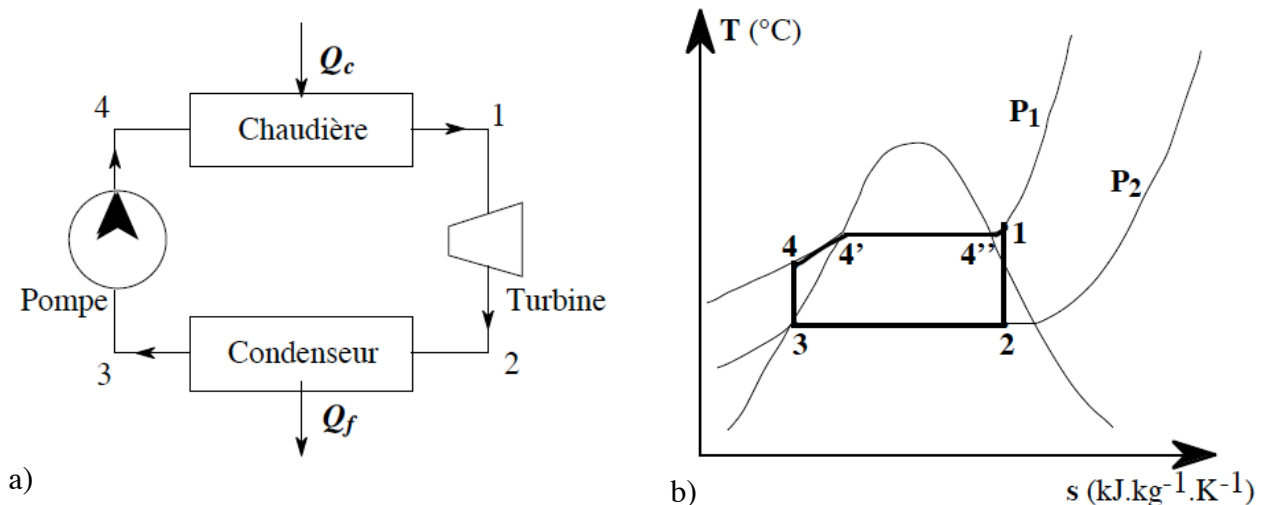
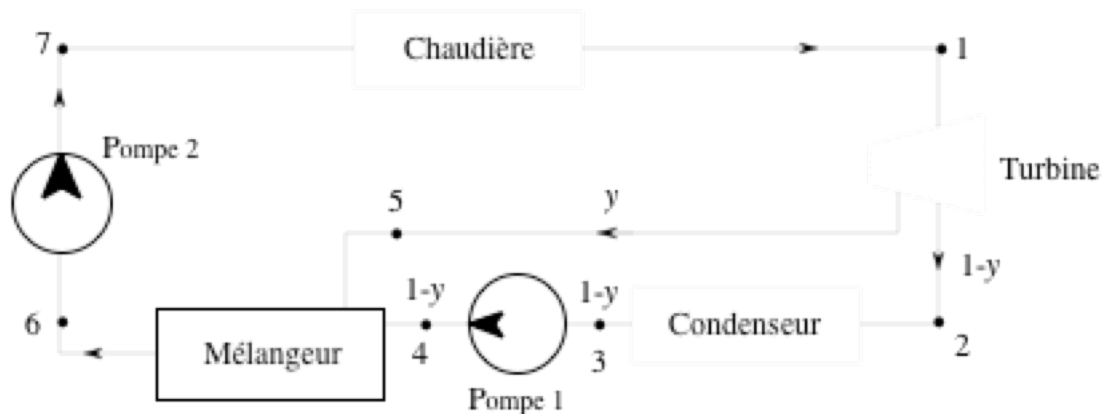
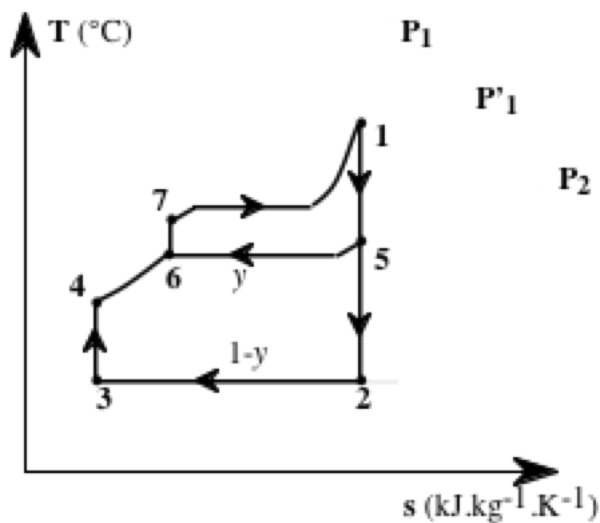

Figure 1 : a) Schéma de principe d'une centrale thermique élémentaire à vapeur d'eau ;
Figure 2 : Cycle avec soutirage de vapeur et mélangeur : y représente la fraction de vapeur soutirée.
Figure 3 : Diagramme entropique du cycle avec soutirage, où y représente la fraction de vapeur soutirée.
Ainsi, le cycle idéal correspondant à une centrale thermique élémentaire à vapeur d'eau (dont le schéma de principe est rappelé dans la figure 1.a) est représenté par le cycle de Rankine illustré dans le diagramme entropique sur la figure 1.b). Dans cette installation motrice à vapeur, l'eau décrit le cycle suivant:
- détente isentropique de la pression P_1 à la pression P_2 , dans une turbine. La vapeur est sèche à l'entrée de la turbine, représentée par le point 1 sur le diagramme entropique (figure 1.b);
Comparé au cycle de Carnot fonctionnant entre les deux mêmes température extrêmes, le rendement thermique du cycle de Rankine est d'autant meilleur que l'apport thermique est réalisé à une température (moyenne) élevée. Or la température moyenne sur le réchauffage 4-4' du liquide (figure 1.b) est faible. Pour améliorer cette situation, l'idée consiste à soutirer de la turbine une fraction y de la vapeur, lorsque la température de celle-ci est encore élevée (point 5 sur la figure 2), et à mélanger cette vapeur au liquide sortant de la pompe 1 (point 4). Le débit soutiré est réglé de façon que le fluide sortant du mélangeur soit saturé (point 6 sur la figure 3). Une deuxième pompe porte le liquide à la pression de la chaudière.
Dans le cas présent, la fraction y de vapeur est soutirée à la pression $P'_1 = 12$ bars pour être mélangée à l'eau sortant de la pompe 1. Nous considérerons pour cette étude un fonctionnement idéal entre les isobares P_1 et P_2 précédemment définis, c'est-à-dire (figure 3) :